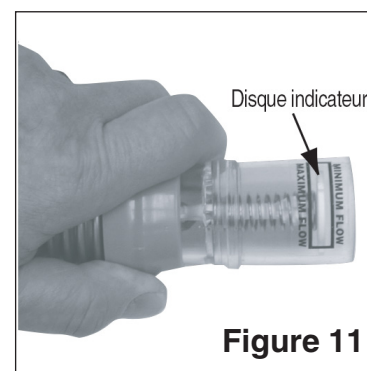

Figure 11
4. Tourner la molette de réglage du régulateur dans le sens horaire pour augmenter l'écoulement ou dans le sens antihoraire pour le diminuer, jusqu'à ce que le disque indicateur du débitmètre se place entre les écoulements « Maximum » et « Minimum ». Voir la **Figure 11**.